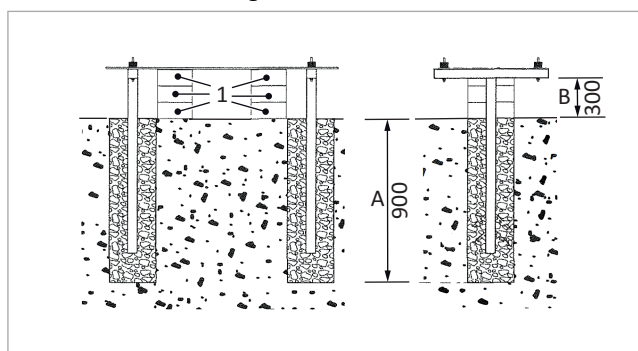

Abb. 18: Unterfütterung (1) unter Montageschablone setzen. Fundamentlochtiefe (A) und Bodenabstand (B) beachten
8. Sicherstellen, dass die Konsolenträger ca. 300 mm aus dem Boden herausragen (siehe → Abb. 18). Hierzu eine geeignete, stabile Unterfütterung (z. B. Ziegelsteine) unter die Montageschablone setzen. Durch diesen Montageschritt werden die beiden Konsolen „schwebend“ in der richtigen Position innerhalb der Fundamentlöcher gehalten.